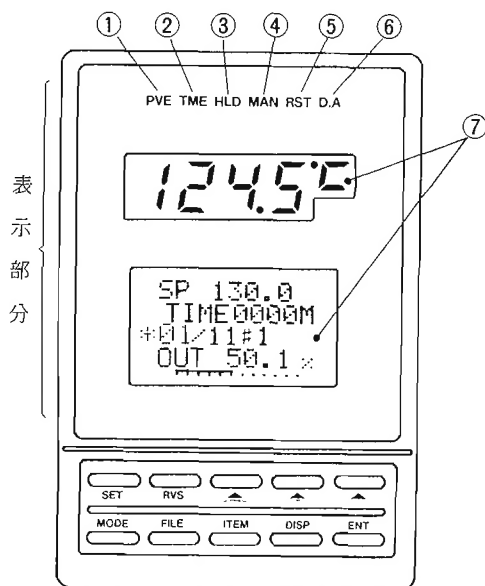

図8.1
本器正面の上部半分が表示部分です。図8.1にそれを示します。図中上段の①～⑥は表示ランプで、その詳細を表8.1に示します。また⑦は表示画面で8.2節以降で説明します。